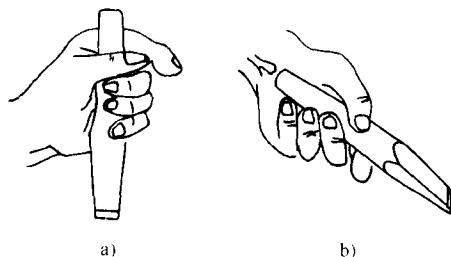

图1-15 錾子的握法
1) 錾子的握法: 錾子的握法主要有正握法和反握法两种, 如图 1-15 所示。一般采用正